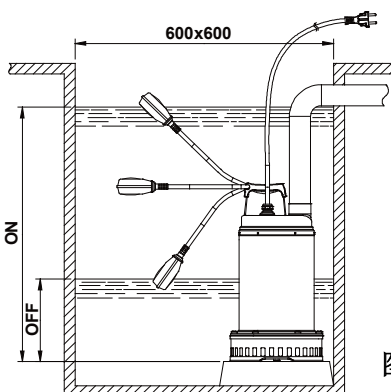

图 1
- 4.1 如果安装泵的井底或泵坑特别脏，建议在泵下放一个基座避免脏物堵塞泵入口。(图 1)